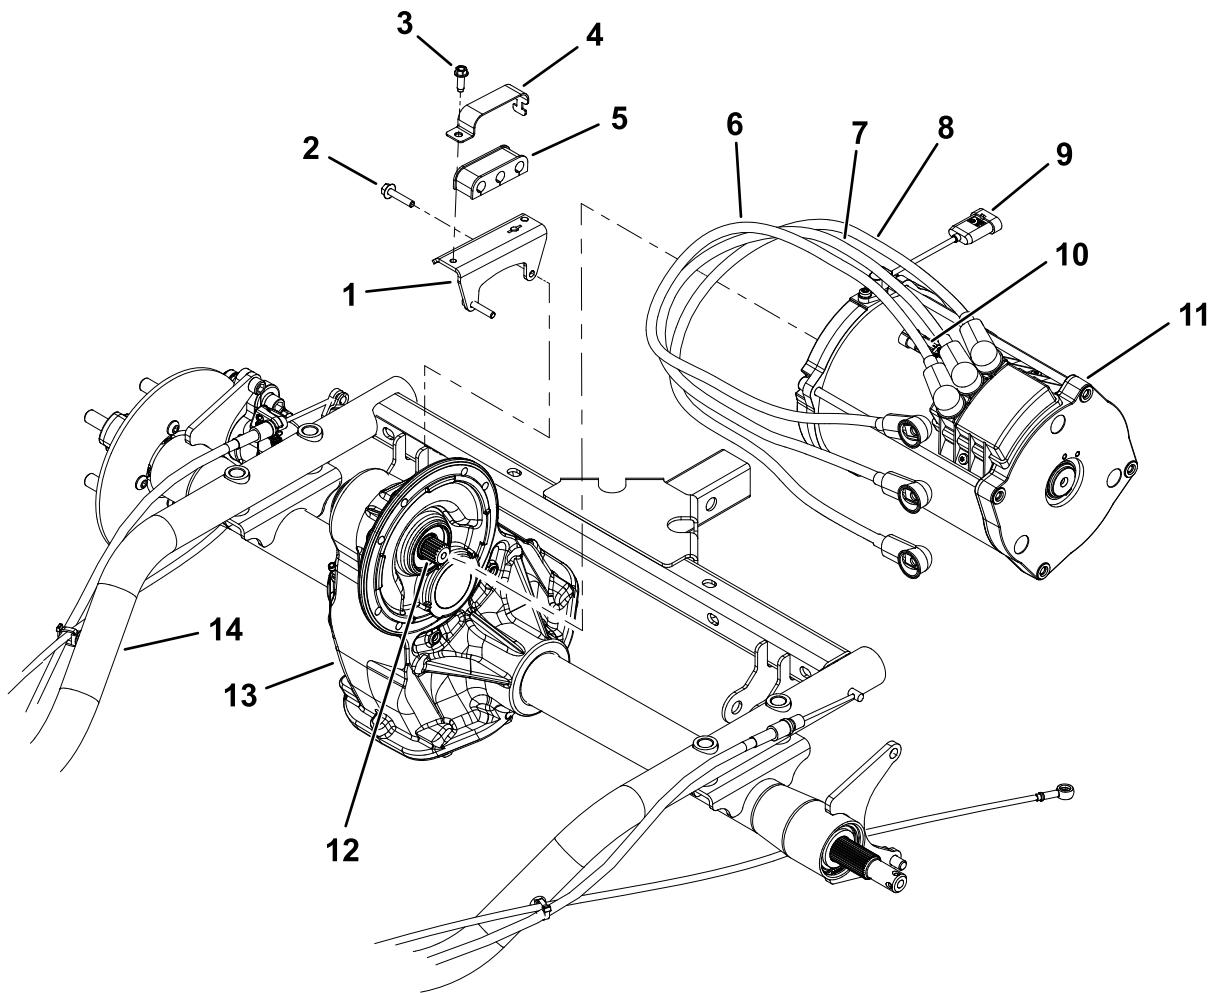

Рисунок 3
- Отверните 2 винта с фланцем, которые крепят кронштейн кабеля к коробке передач в блоке с ведущим мостом и тяговому электродвигателю (Рисунок 3).
- Отверните 4 оставшихся винта с фланцем, которые крепят двигатель к коробке передач в блоке с ведущим мостом (Рисунок 3).
- Оттяните двигатель от коробки передач так, чтобы вал двигателя вышел из зацепления с входным валом коробки передач (Рисунок 3).
- Если необходимо, отверните винт с буртиком под головкой, который крепит держатель изолятора и изолятор к кронштейну изолятора (Рисунок 3).
- Если изолятор и кабели были сняты с кронштейна кабеля, вставьте кабели в изолятор (Рисунок 3).
- Прикрепите изолятор и кабели к кронштейну при помощи кронштейна изолятора и винта с буртиком под головкой (Рисунок 3).
- Нанесите противозадирный смазочный материал на шлицы вала коробки передач и вала тягового электродвигателя (Рисунок 3).
- Совместите монтажные отверстия электродвигателя и коробки передач (Рисунок 3).
- Вставьте 4 винта с фланцем через отверстия в коробке передач и в тяговый электродвигатель (Рисунок 3).
- Установите кронштейн кабеля с присоединенными кабелями на электродвигатель и коробку передач в сборе с ведущим мостом (Рисунок 3).
- Установите последние 2 винта с фланцем (Рисунок 3).